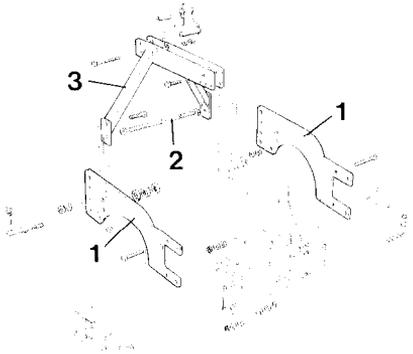
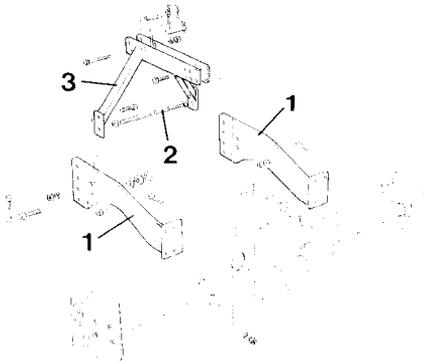

Fig. 67
Fig. 68
- Der Frontanbaurahmen für Rütteleppen RE und REV ist wie in Fig. 67 gezeigt an der Rüttelegge zu befestigen.
- Fig. 68 zeigt den Anbau des Frontanbaurahmens für Rütteleppen RED.
- Die Kupplung für die Unterlenker (Fig. 67/1 und Fig. 68/1) ist am Rahmen der Rüttelegge zu befestigen.
- Mit der Kupplung ist gleichzeitig die Verbindungsstange (Fig. 67/2, Fig. 68/2) zur Stabilisierung zu befestigen.
- Die Kupplung für die Oberlenker (Fig. 67/3, Fig. 68/3) befestigen.